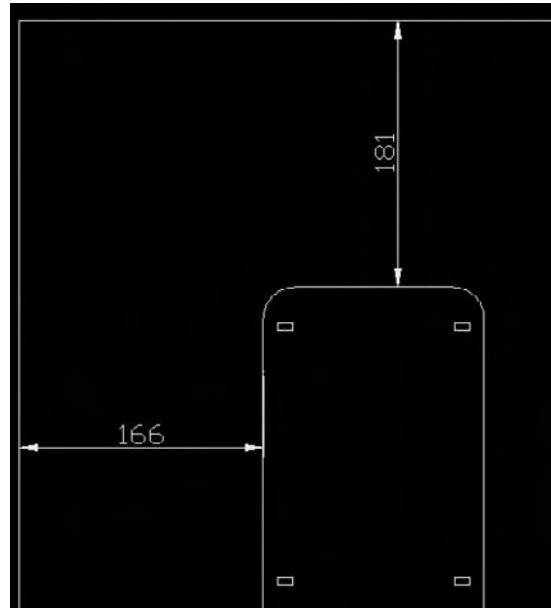

Fig.14.12
- 8 Placez la table dans le local (fig.14.12).